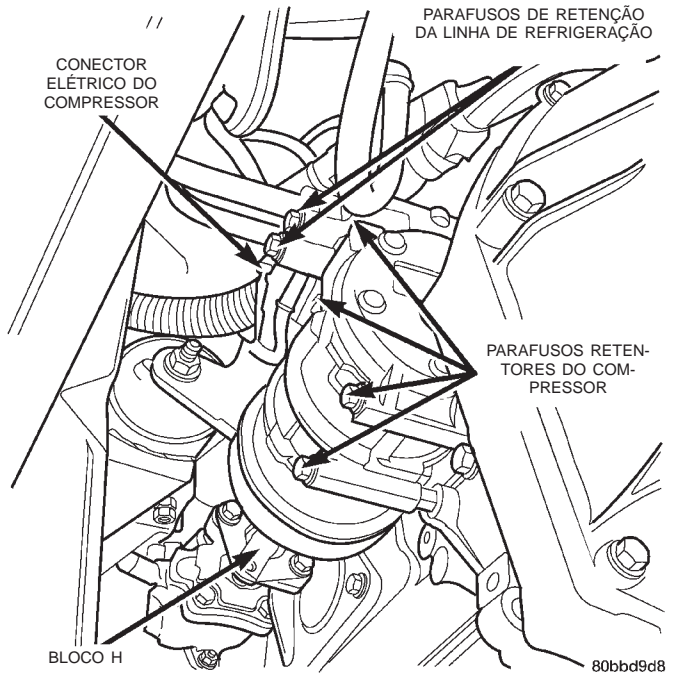

Fig. 34 Linhas de Refrigeração no Compressor
(53) Instale as duas linhas de refrigeração no compressor, (Fig. 34) certificando-se de que as vedações O rings estejam bem lubrificadas com óleo R-134a e isentas de ruptura. Aperte os parafusos com um torque de 22 N·m (200 pol.-lb.).
(54) Instale os 2 parafusos de retenção inferiores do defletor de ar da ventoinha. Aperte os parafusos com um torque de 12 N·m (105 pol.-lb.).
(55) Instale a mangueira inferior do radiador no conjunto do motor.